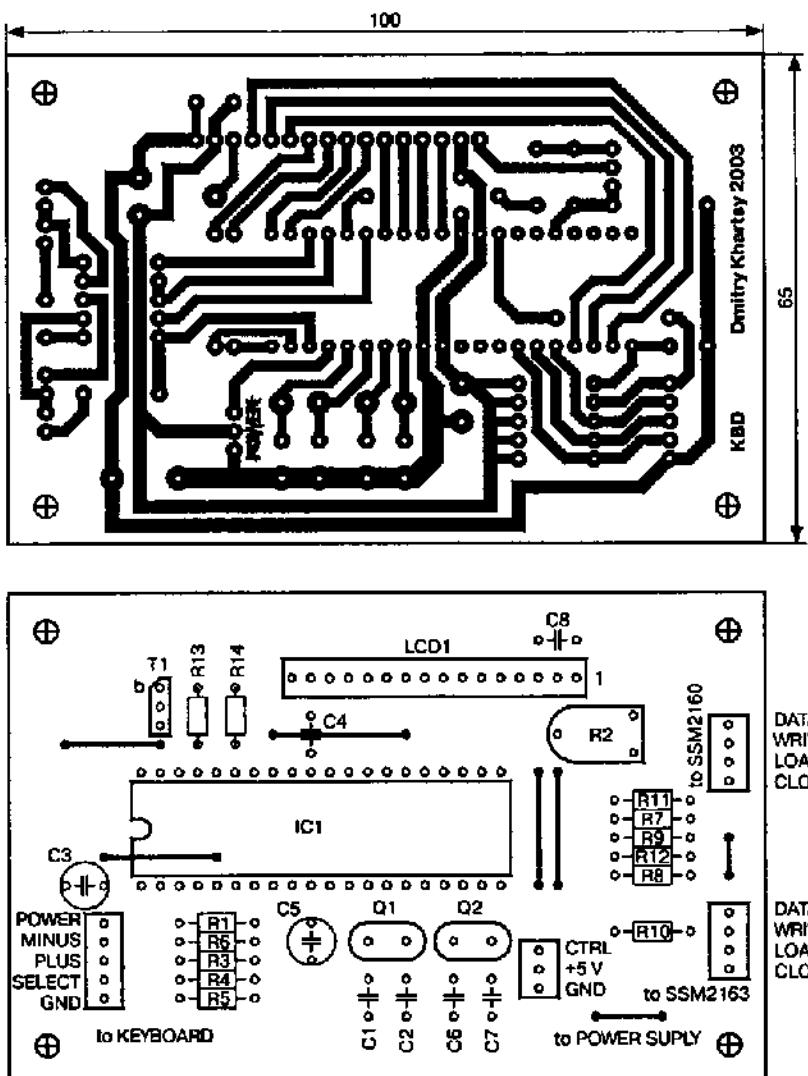

Рис. 1.23. Рисунок печатной платы блока процессора
**Конструкция.** Усилитель выполнен на трех платах. На рис. 1.23 приведен рисунок печатной платы блока процессора, а на рис. 1.24 — платы аналогового блока 155×70 мм.